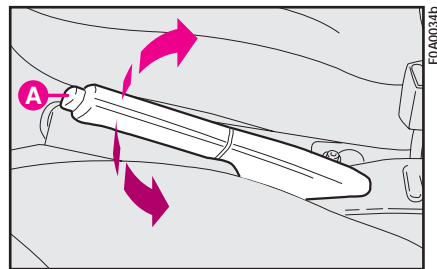

рис. 1
- 1) Слегка потяните рычаг и нажмите кнопку **A** (рис. 1).